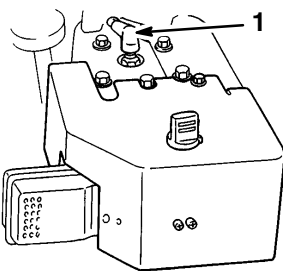

Figure 29
2. Débranchez la bougie (Fig. 29), puis retirez-la de la culasse.
6. Rebranchez la bougie (Fig. 29).